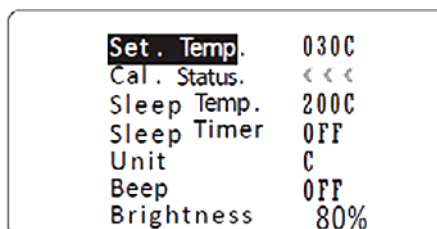

Рис. 9
6.3.5. Когда в строке статуса показывается «<<<<<<» (рис. 9.), это означает, что значение реальной температуры «RealTemp.» было откалибровано до минимального и больше не может уменьшаться, но можно увеличить значение реальной температуры.